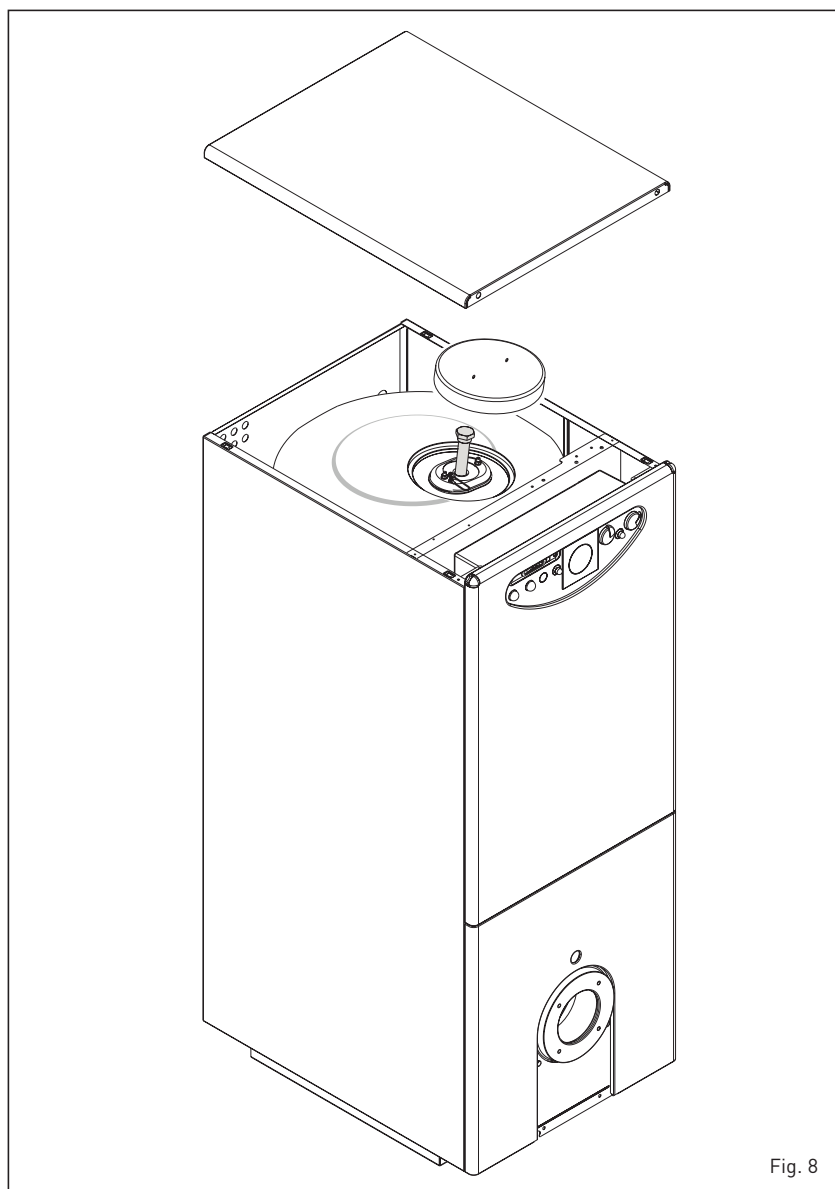

Fig. 8
3.3.2 Ânodo de protecção do acumulador (fig. 8)